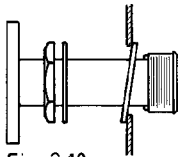

Fig. 2.10
4. Insérer le dispositif de montage complet à travers l'ouverture de façon à ce que la fixation SMA 1 et le joint de sécurité MA 3 se trouvent derrière la paroi de tubes (fig. 2.10 et 2.11).